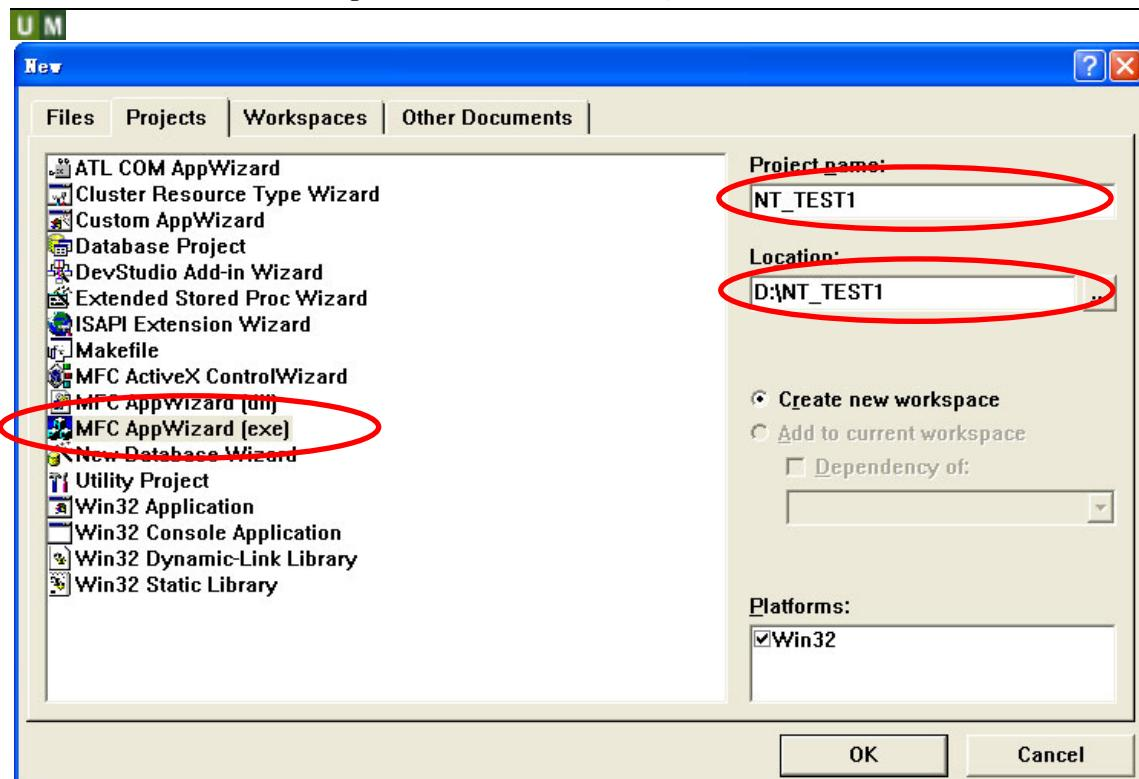
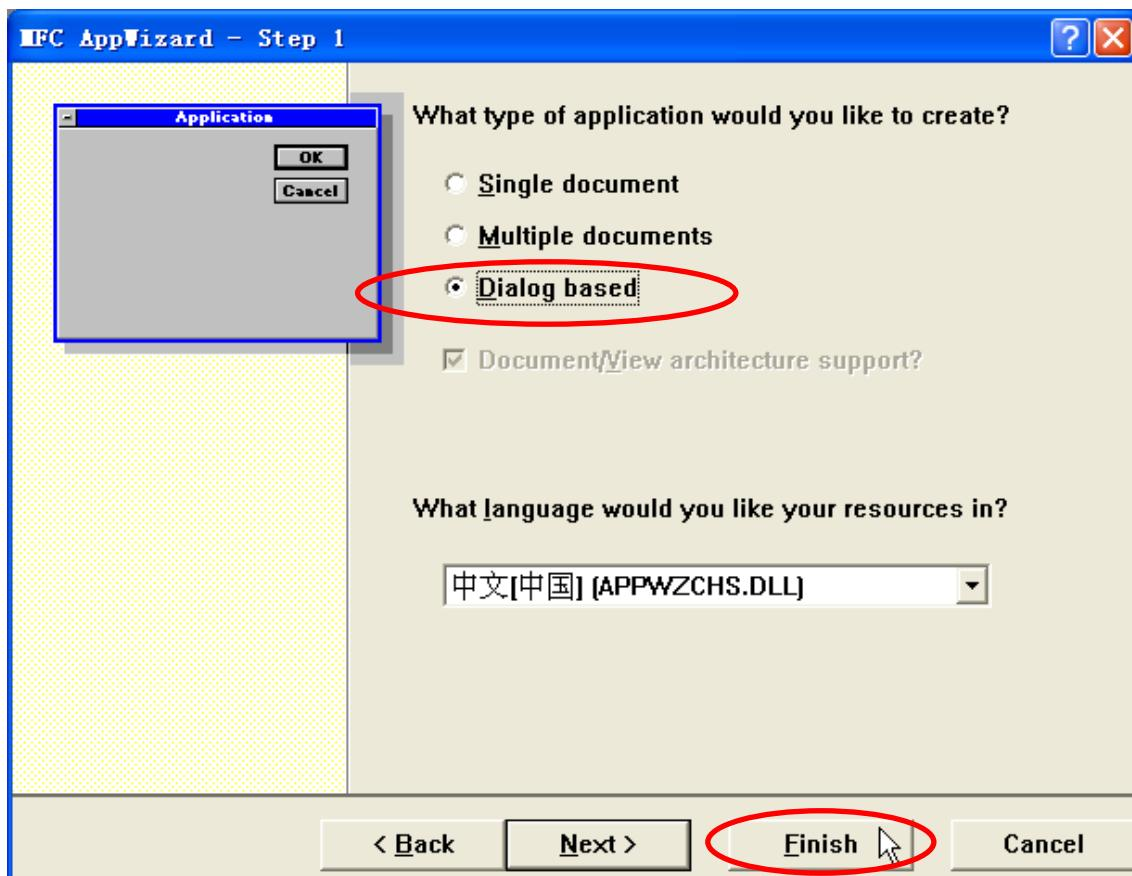

图 5.2 新建立工程 NT_TEST1
图 5.3 设置 NT_TEST1 为基于对话框的应用
(1) 启动Visual C++ 6.0, 新建立一个基于对话框的工程NT_TEST1, 工程保存路径为D:\, 如图5.2、图5.3所示。